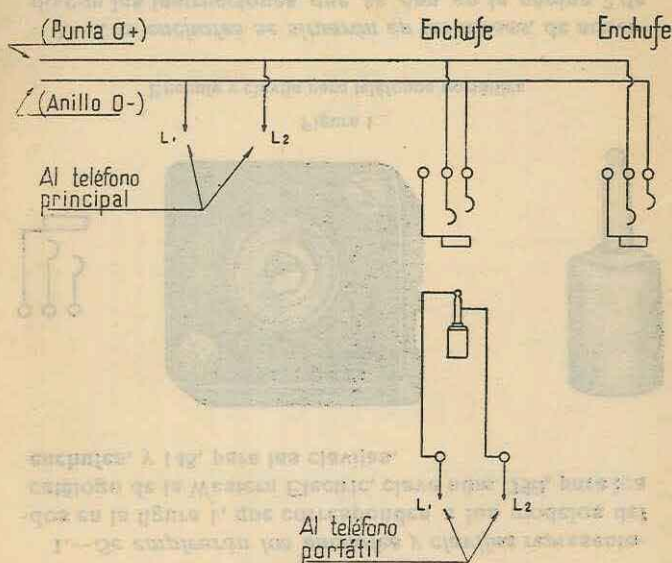

Figura 2
4.—Las conexiones del enchufe y la clavija se harán como se indica en la figura 2.